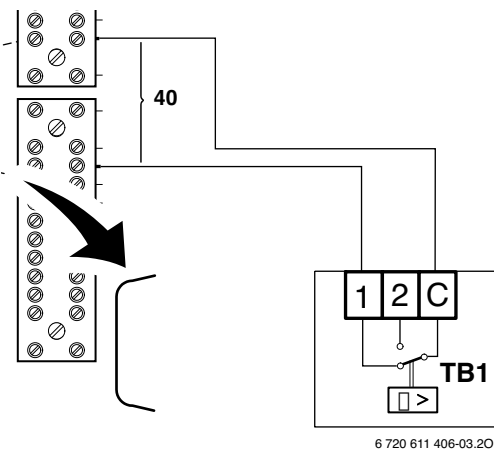

Рисунок 17. Подключение ТВ 1 к отопительной установке – снять перемычку
- ▶ Кабель подключить как показано на рис. 17 (снять перемычку).